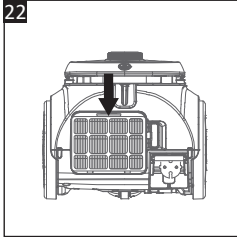

Fig. 22
3. Appuyez sur la languette sur le dessus du filtre de sortie d'air (24) pour le retirer de l'aspirateur (**Fig. 22**).